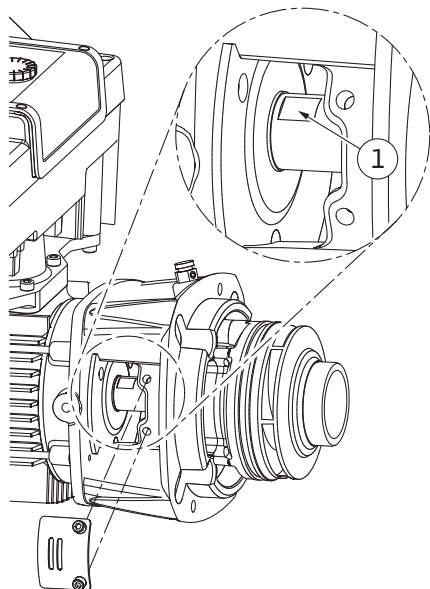

Fig. 106: Σημεία εφαρμογής κλειδιού στον άξονα
14. Εισαγάγετε ένα γερμανικό κλειδί (με άνοιγμα 22 mm) στο παράθυρο της λατέρνας και κρατήστε σταθερό τον άξονα από τα ειδικά σημεία εφαρμογής (Fig. 106, θέση 1). Ξεβιδώστε το παξιμάδι της πτερωτής (Fig. I, θέση 22). Η πτερωτή (Fig. I, θέση 21) βγαίνει αυτόματα από τον άξονα.
3. Εισαγάγετε ένα γερμανικό κλειδί (με άνοιγμα 22 mm) στο παράθυρο της λατέρνας και κρατήστε σταθερό τον άξονα από τα ειδικά σημεία εφαρμογής (Fig. 106, θέση 1).
10. Εισαγάγετε ένα γερμανικό κλειδί (με άνοιγμα 32 mm) στο παράθυρο της λατέρνας (Fig. IV, θέση 38) και κρατήστε σταθερό τον άξονα από τα ειδικά σημεία εφαρμογής (Fig. 106, θέση 1). Συναρμολογήστε την πτερωτή με ροδέλα(-ες) και παξιμάδι. Σφίξτε το παξιμάδι. Αποφύγετε ζημιές του μηχανικού στυπιοθλίπτη από στράβωμα.